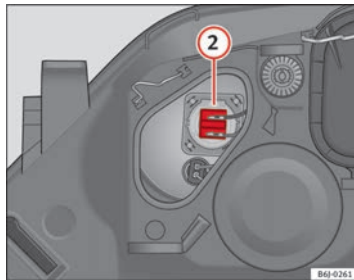

Abb. 152 Fernlicht
- Ziehen Sie den Stecker ⇒ Abb. 152 ② nach außen ab.